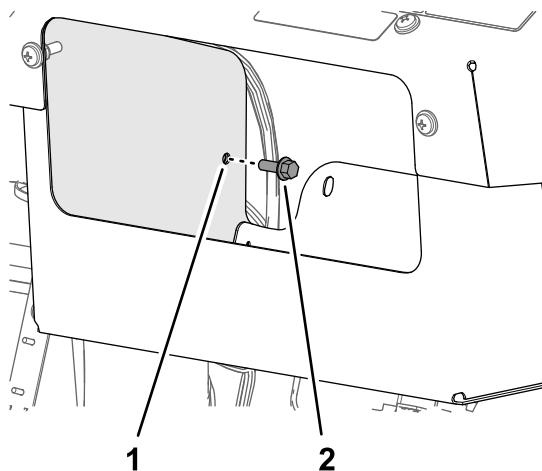

Figura 20
3. Desde dentro del compartimento de almacenamiento, inserte un perno con arandela prensada ($\frac{1}{4}$ " x $\frac{3}{4}$ ") a través del taladro de la pared interior del compartimento (Figura 20).